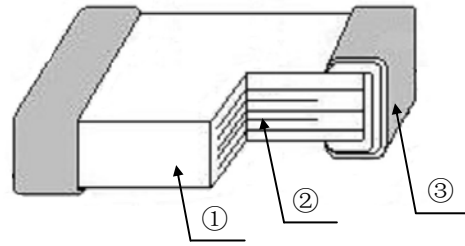

图 2 Fig.2
- 部件组成：见图 2 和表 2
- Parts &Components: See Fig.2 and Table 2